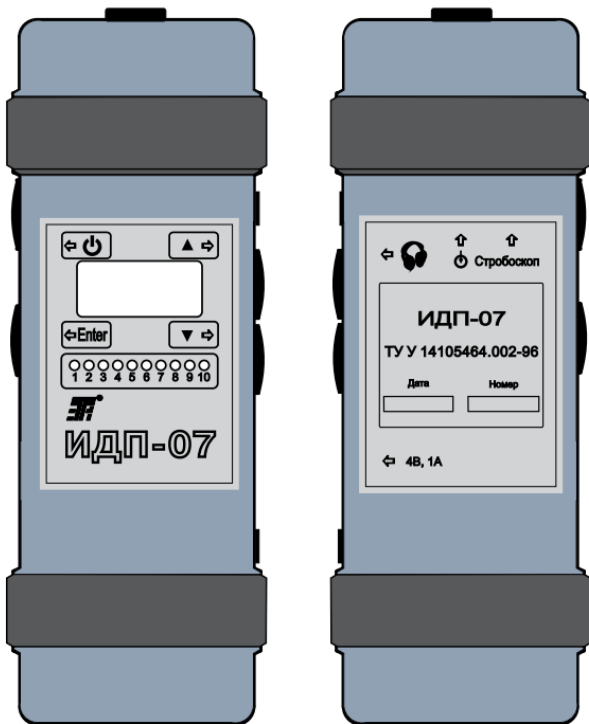

Рис. 4.1
#### 4.1 Конструкция индикатора (рис. 4.1, 4.2).
7.1.1 Подключить к индикатору датчик вибрации (см. рис. 4.1,4.2).